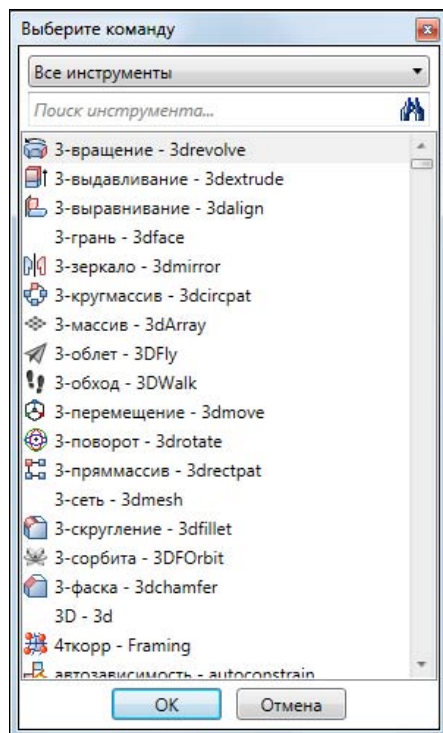

Рис. 12.13. Окно Выберите команду
- ◆ Нажать кнопку . В окне **Выберите команду** (рис. 12.13) выбрать команду, которую должен выполнять пункт меню.